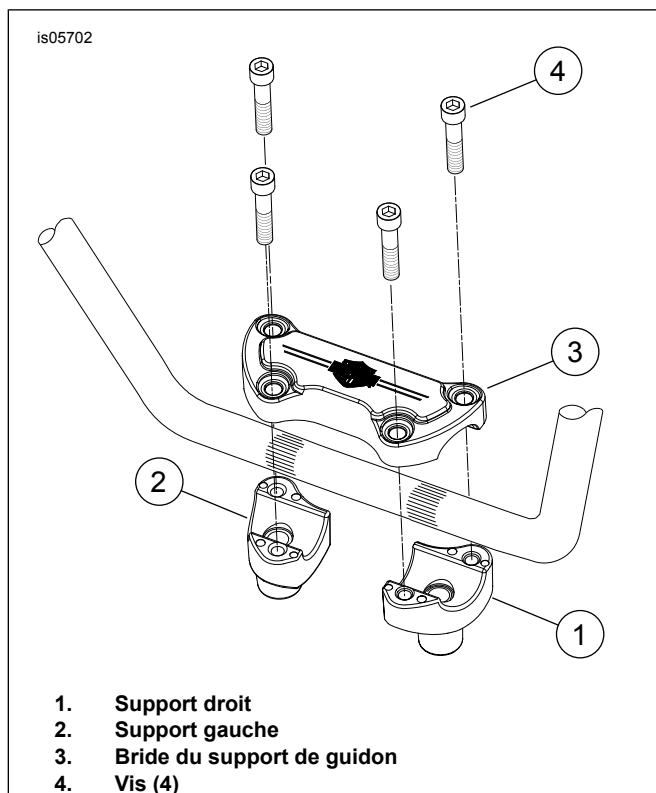
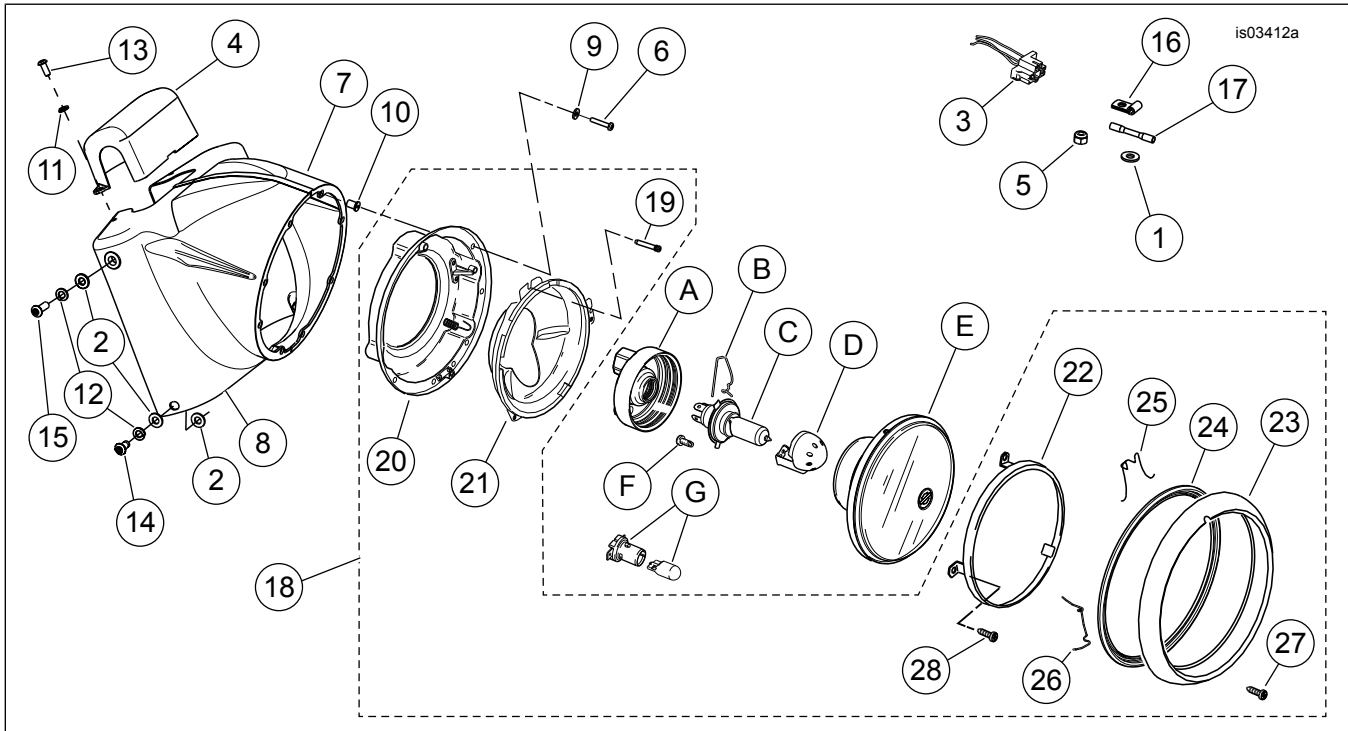

Figure 4. Orientation du support de guidon – FLSTC
Figure 10. Pièces de rechange, kits de nacelle de phare de train de marchandises
- Voir Figure 4. Installer les nouveaux supports (kit numéro 46809-09), orientés comme indiqué, sur le support de fourche supérieur en utilisant les vis, les rondelles-frein et les rondelles d'origine. Installer le câble de masse et la rondelle-frein à dents intérieures sur la vis de support de guidon de droite. Laisser les fixations desserrées.
- Installer la bride de support (3) sur les supports (1, 2) au-dessus du guidon en utilisant quatre vis (4) du kit.
10. Voir Figure 10. Installer les écrous-douilles (10) dans les trous des moitiés de nacelle. Installer le côté droit de la nacelle (7) :
- Attacher le bas de la nacelle au support de fourche avec une vis de 16 mm (5/8 in) de long (14), une rondelle-frein (12) et deux rondelles plates (2). Placer une rondelle plate sur les côtés intérieur et extérieur de la nacelle pour aligner la nacelle avec les couvercles de fourreau de fourche. Laisser les fixations desserrées.
- Attacher le haut de la nacelle avec une vis de 22 mm (7/8 in) de long (15), une rondelle-frein (12) et une rondelle plate (2). Placer une rondelle plate à l'extérieur de la nacelle. La vis ne doit pas toucher le fond du trou. Laisser les fixations desserrées.
11. Épisser le faisceau de phare (3) dans les fils coupés à l'étape 6 :
- Introduire chaque extrémité de fil à épisser dans l'extrémité opposée d'un connecteur bout à bout scellé (17).
14. Voir Figure 10. Attacher la conduite de frein à l'arrière de la partie droite de la nacelle en utilisant les deux colliers de retenue de conduite de frein (16) du kit. Attacher les autres colliers à la partie droite de la nacelle avec les vis à capuchon d'origine de 16 mm (5/8 in) de long, les rondelles plates à diamètre intérieur de 6,4 mm (1/4 in) (1) et les contre-écrous (5) (la rondelle s'installe sous l'écrou).
17. Installer l'ensemble du phare et de cuvelage dans la nacelle en utilisant huit rondelles (4) et vis (5) du kit.
18. Voir Figure 10. Mettre le couvercle de guidon (4) en position et l'attacher avec les vis de 16 mm (5/8 in) de long (13) et les rondelles-frein (11).
4. Voir Figure 10. Installer l'ensemble d'anneau de garniture de phare (23 à 26) avec la vis (27).